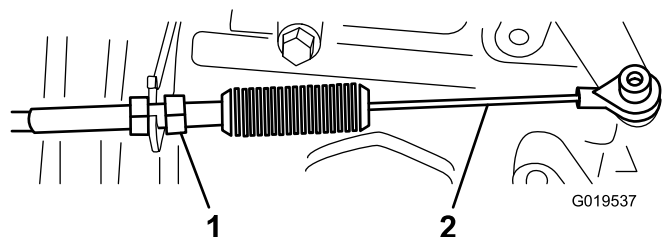
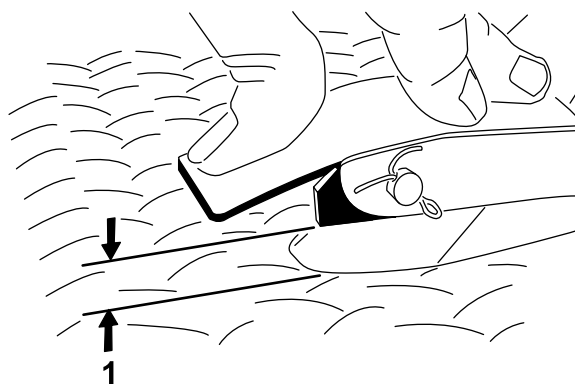

Figura 64
Figura 65
2. Reglați articulația sferică de la nivelul cablului de acceleraie (Figura 64) pentru a asigura un spațiu de 2,54 – 6,35 mm între brațul pedalei de acceleraie și partea superioară a plăcii de podea cu model diamant (Figura 65) atunci când în centrul pedalei este aplicată o forță de 11,3 kgf.
3. Strângeți contrapiulia (Figura 64).